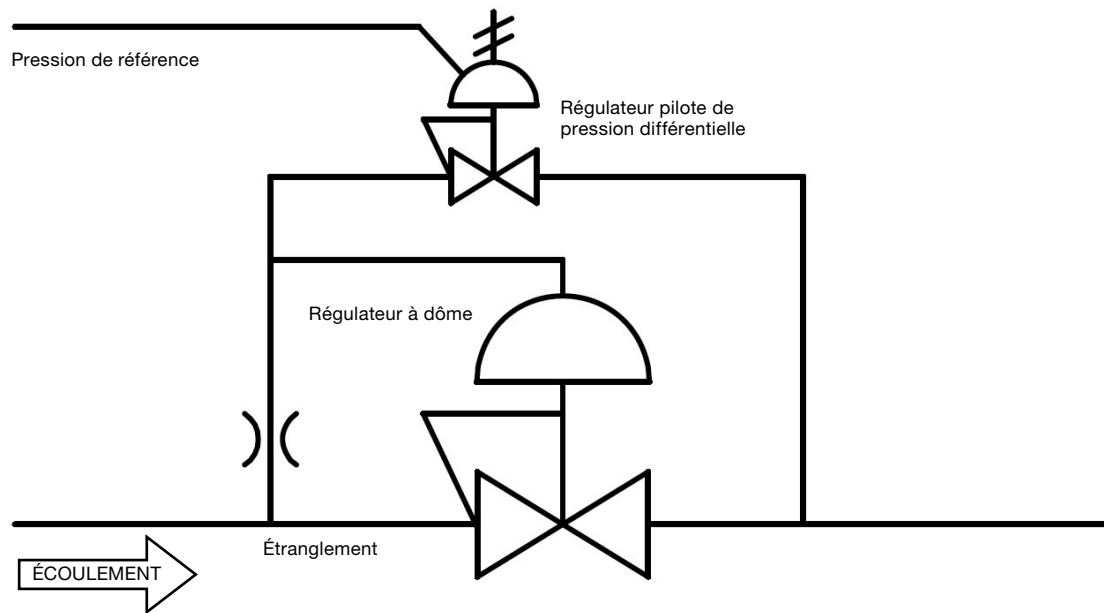

Figure 3
- **Contrôle par régulateur pilote de pression différentielle.** Dans cette configuration, une ligne de pression de référence peut être raccordée au régulateur pilote intégré (cf. Figure 3). Le régulateur pilote peut ensuite être réglé pour fixer un différentiel de pression. La pression de consigne du régulateur principal sera alors égale à la somme de la pression de référence et de la pression de sollicitation.